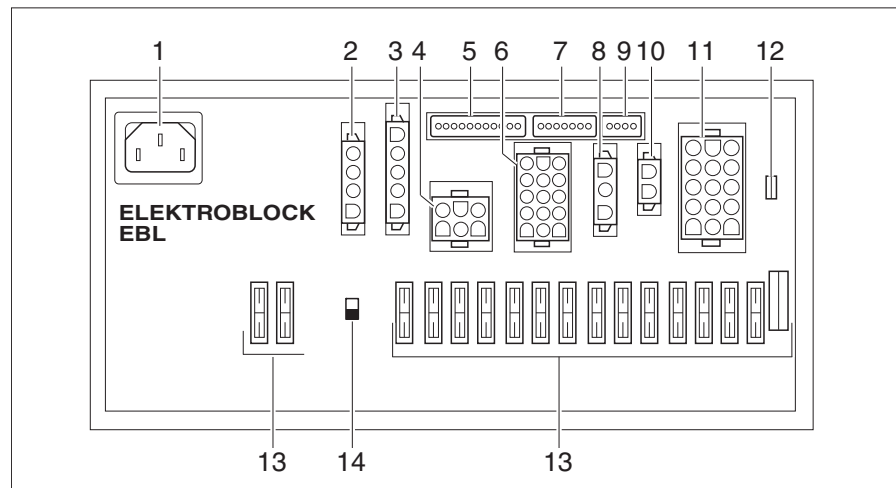

Fig. 246 Bloc électrique (EBL 102)
Selon le modèle, le bloc électrique (Fig. 246) présente dans la console du siège est monté sous le siège conducteur ou dans la zone du garage ou de la dinette bar (Globeline).
- ▷ L'interrupteur-séparateur de batterie (Fig. 246,14) coupe du réseau 12 V tous les consommateurs raccordés au bloc électrique.